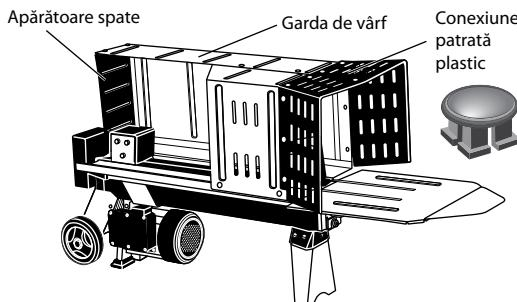

Fig. 4
6. Asigurați-vă că găurile apărătoarelor stânga și dreapta sunt aliniate cu găurile apărătoarei de acces, utilizați 12 buc. conexeuni patrate din plastic pentru a conecta apărătorile dreapta și stânga cu apărătoarea gurii de acces toate împreună. Apoi folosiți conexeuni patrate din plastic pentru a conecta apărătoarea dreaptă și apărătoarea din spate (Fig.4).